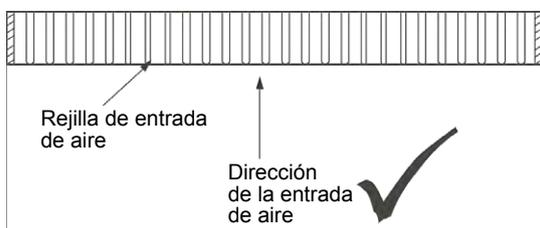

Figura 3.8
- 2) No debe haber ningún ángulo entre las aletas de la rejilla de aire y la dirección de entrada de aire. De lo contrario, puede aumentar el ruido. La figura 3.8 es el método incorrecto de colocar la rejilla de entrada de aire.